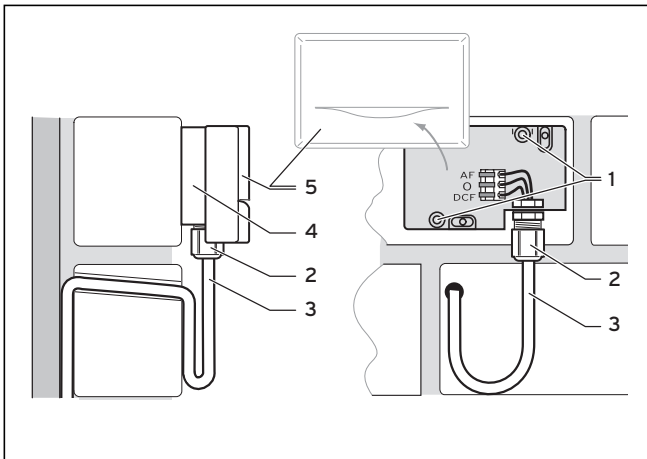

Abb. 4.6 DCF-Empfänger Einbaulage
- Ziehen Sie die Überwurfmutter (→ **Abb. 4.6, 2**) wieder an. Die Dichtung in der Kabeldurchführung passt sich dem Durchmesser des verwendeten Kabels an (Kabeldurchmesser: 4,5 mm bis 10 mm).